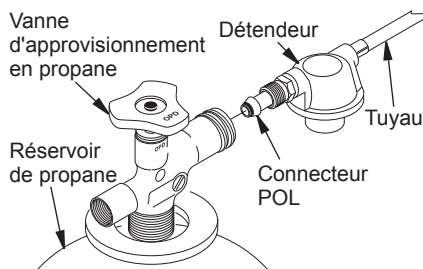

Figure 6 - Position du détendeur
2. Branchez le raccord PP de l'assemblage du tuyau et du détendeur sur le ou les réservoirs de propane. Tournez le raccord PP dans le sens inverse des aiguilles d'une montre dans le filetage du réservoir. Resserrez fermement avec une clef de 7/8". **IMPORTANT** : disposez le détendeur de façon à ce que le tuyau qui s'en échappe soit à l'horizontale (voir figure 6). Cela permet de bien positionner la prise d'air du détendeur et de la protéger des intempéries.